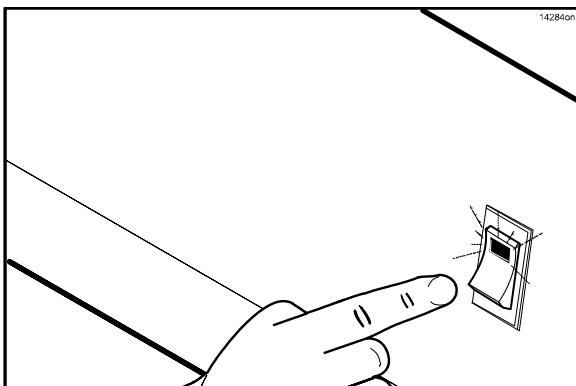

Abbildung 13
2. Den Abzugshauben-Sperrschalter einschalten (Stellung ON). Auf dem Steuerungsdisplay erscheint das Wort „OFF“. (Siehe Abbildung 13.)